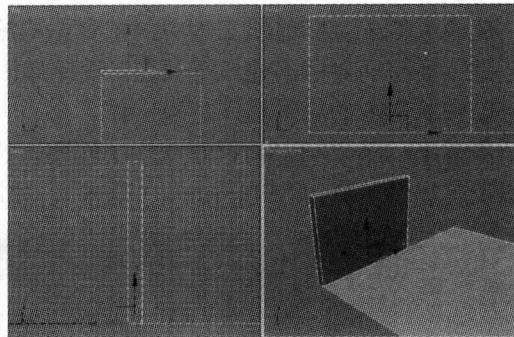

图1-4 捕捉并移动长方体
步骤4：使用2.5D Snap（2.5维捕捉）工具^①，通过捕捉端点，在Perspective（透视）视图中移动长方体，如图1-4所示。